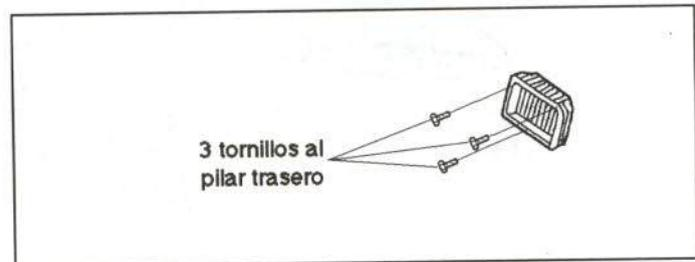

Figura 54.- Unión del piloto trasero
El piloto trasero va fijado a la carrocería, tal como se muestra en la figura 54.
- . Piloto (figura 54).